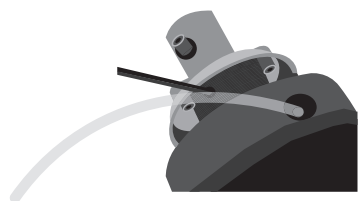

Fig. 3
- ▶ Assurez-vous que l'extension de la protection de coupe-herbe est montée sur la protection de coupe-herbe (Fig. 3).
- ▶ Montez le disque d'entraînement (B) sur l'arbre de sortie.
- ▶ Insérez une goupille de verrouillage (C) dans le trou pour verrouiller l'arbre.